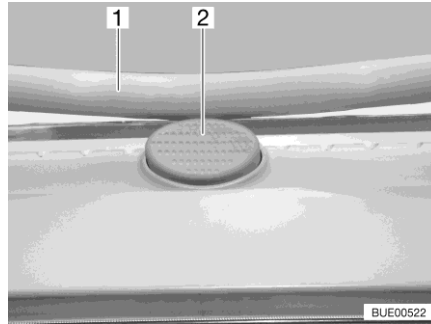

Bild 51 Sicherungsknopf (Heki-Dachhaube)
- Den Sicherungsknopf (Bild 51,2) drücken und den Bügel (Bild 51,1) mit beiden Händen nach unten ziehen.
- Den Bügel mit beiden Händen nach oben drücken, bis der Bügel oberhalb des Sicherungsknopfes (Bild 51,2) liegt.